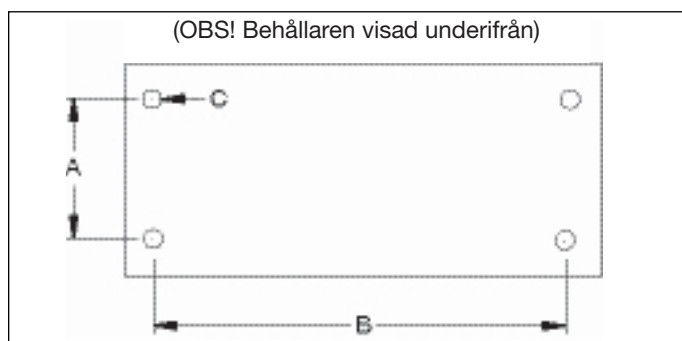

Figur 2, ZU4-ventilatormontering
4.1 Behållarens ventilatorlock (se figur 2)
Kontrollera oljenivån i pumpen före igångsättning, och fyll vid behov på olja genom att ta bort SAE nr. 10-pluggen från kåpan (se figur 2). Behållaren är full när oljenivån är som figur 4 visar.
Kontrollera oljenivån i pumpen före igångsättning, och fyll vid behov på olja genom att ta av pluggen i påfyllningsporten. Se figur 2 och 4. Se alltid till att momentnyckeln är helt tillbakadragen innan du fyller på olja i behållaren.